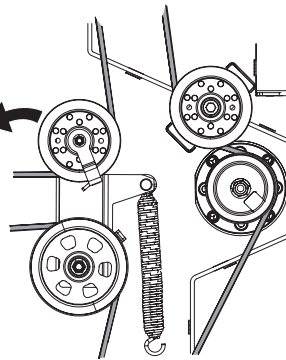

Figura 54
9. Tire del lado derecho de la correa de la PTO hacia atrás y coloque el lado V angosto de la correa de la PTO en la polea de la PTO. Consulte la Figura 54.